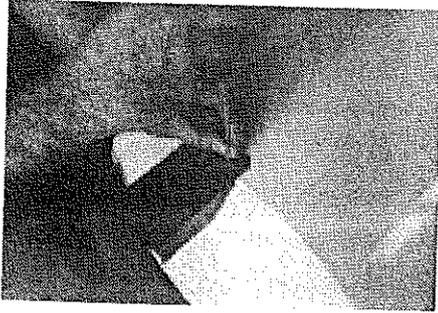

FIG. 1
- Placer le ballon sur ses pieds et visser ceux-ci (Fig. 1).